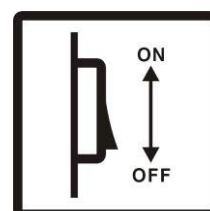

Abb. 8
- Schalten Sie die Maschine mit dem Hauptschalter an der linken Seite ein (Abb. 8).